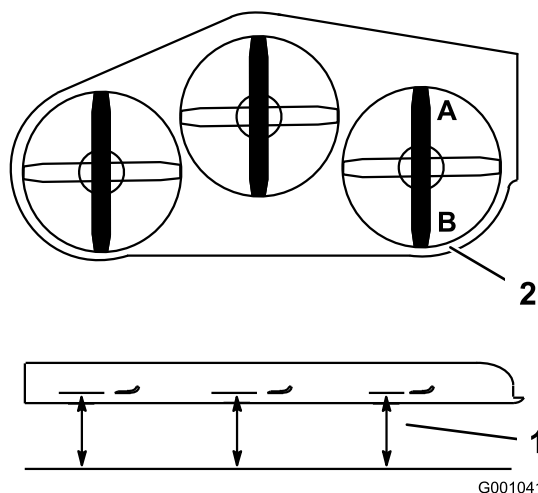

Bild 105
1. Stellen Sie das **rechte** Schnittmesser in Längsrichtung (**Bild 105**).
2. Messen Sie das rechte Messer an der Stelle **A** von einer ebenen Oberfläche bis zur Schnittkante der Messer (**Bild 105**).
4. Messen Sie das rechte Messer an der Stelle **B** von einer ebenen Oberfläche bis zur Schnittkante der Messer (**Bild 105**).
6. Das Schnittmesser sollte an Stelle **A** 6 mm bis 10 mm niedriger sein als an Stelle **B** (**Bild 105**). Sollte die Einstellung nicht richtig sein, machen Sie mit den folgenden Schritten weiter.